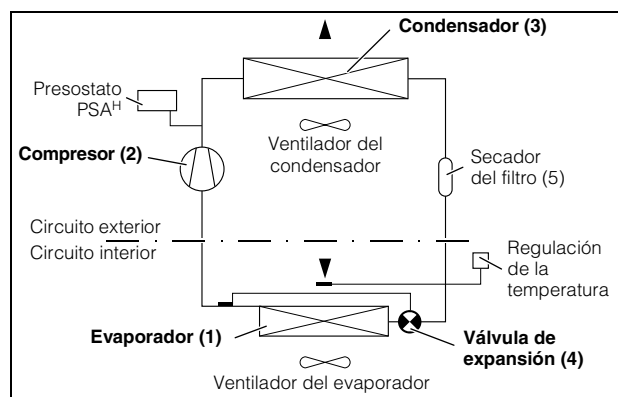

Imagen 2: Circuito de refrigeración
El refrigerador (instalación frigorífica de compresión) consta de cuatro componentes básicos (ver imagen 2): Evaporador (1), compresor del medio refrigerante (2), condensador (3), así como válvula de